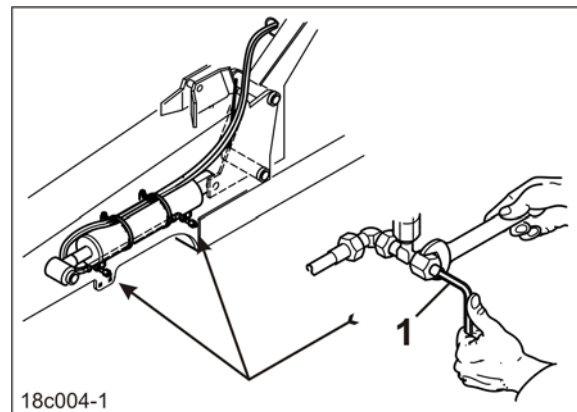

Fig. 138
Mit einem Innensechskantschlüssel (Fig. 138/1) die Ölzufuhr zum Hydraulikzylinder an einer Drossel verändern. Die Maschine besitzt 4 Drosseln.
2. Einstellung vornehmen [siehe Tabelle (Fig. 138)].